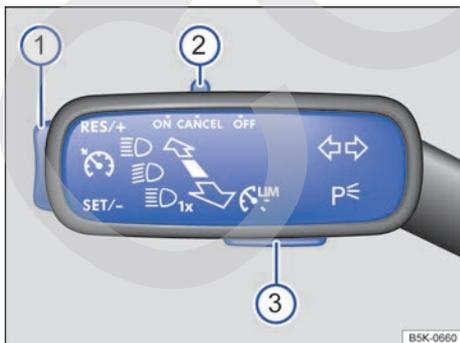

Fig. 116 En el lado izquierdo de la columna de dirección: mando y teclas para manejar el limitador de velocidad.
- Desplace el mando → **fig. 116** ② a la posición **ON**.